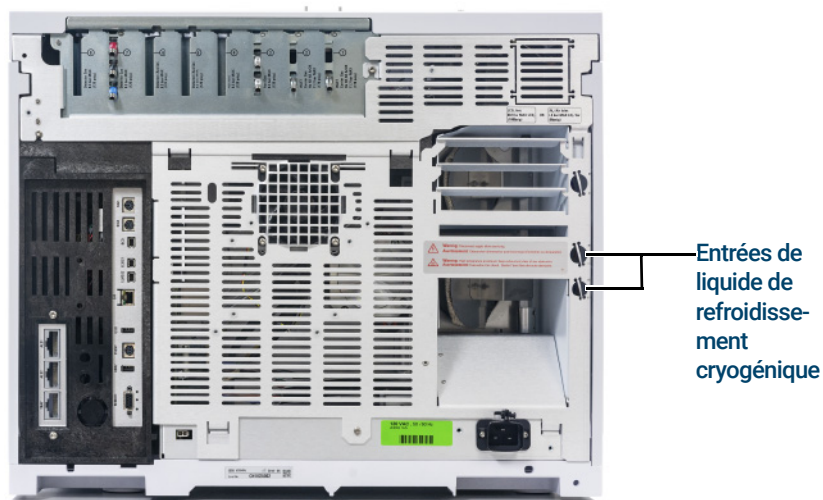

Figure 14. Raccordements de vanne de refroidissement cryogénique au N₂
- 2 Repérez l'orifice d'entrée pour le liquide de refroidissement à l'arrière du GC. Prévoyez une longueur suffisante de tube entre le réservoir d'alimentation et cet orifice. Reportez-vous à la Figure 14.